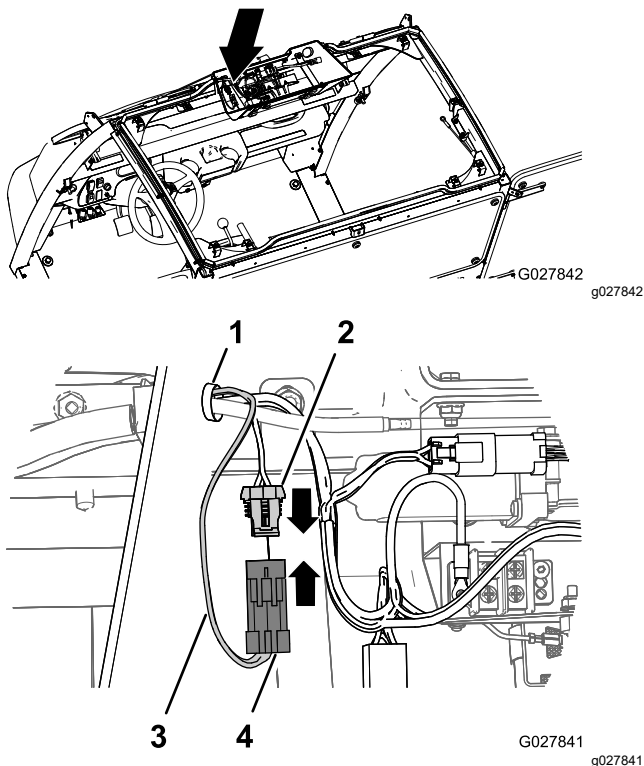

Figura 42
1. Na consola superior, encaminhe a extremidade do conector de dois pinos da cablagem para a bomba do líquido de lavagem através do furo na consola superior (Figura 42).
2. Alinhe o conector de 2 pinos da cablagem da bomba do líquido de lavagem com conector de 2 tomadas da cablagem da cabina (Figura 42).
3. Empurre os 2 conectores juntos até ficarem presos (Figura 42).
4. Encaminhe o conector de duas tomadas da cablagem da bomba do líquido de lavagem para a esquerda da consola superior, ao longo do vedante da lâmpada na parte da frente da estrutura da cabina (Figura 42).